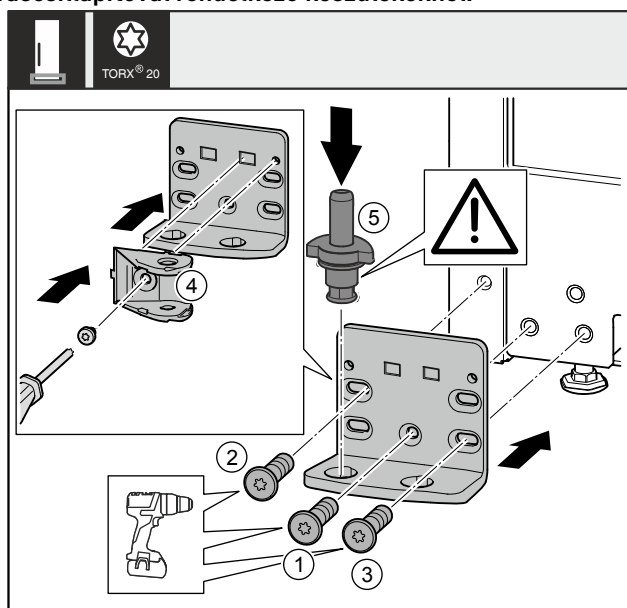

Fig. 36 *
- ▶ Helyezze fel a csapágybakot a másik oldalra, és csavarozza fel csavarhúzóval. Kezdje alul, a középső csavarral Fig. 36 (1).*
- ▶ Húzza meg a csavart Fig. 36 (2) és a csavart Fig. 36 (3).*
- ▶ Fordítsa el 180°-kal a záráscsillapító egységet Fig. 36 (4). Csavarozza fel a csapágybak másik oldalára csavarhúzóval.*
- ▶ Helyezze be teljesen a csapszeget Fig. 36 (5). Ügyeljen közben arra, hogy a reteszelő bütyök hátrafelé mutasson.*